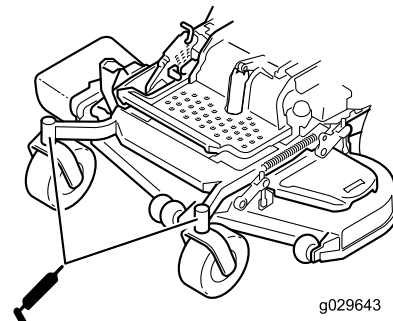

Figure 47
9. Sortez le graisseur de l'orifice. Remettez le bouchon hexagonal et le capuchon antipoussière en place (Figure 47).